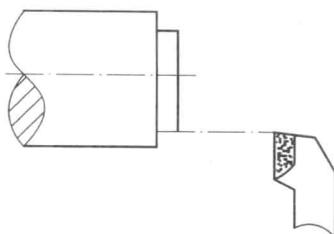

图 1-10 试切削外圆
b. 在车外圆时,通常要进行试车削和试测量。其具体方法是:根据工件直径余量的1/2作横向进刀,当车刀在纵向外圆上移动1~2 mm时,纵向快速退出车刀(横向不动),然后停车测量,见图1-10,如尺寸已符合要求,可继续车削;否则按上述方法继续进行试车削和试测量。